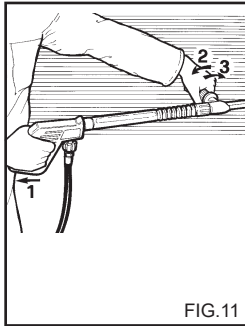

FIG.11
**USO DELLA LANCIA DOPPIA (fig. 11). (Accessorio Optional)**